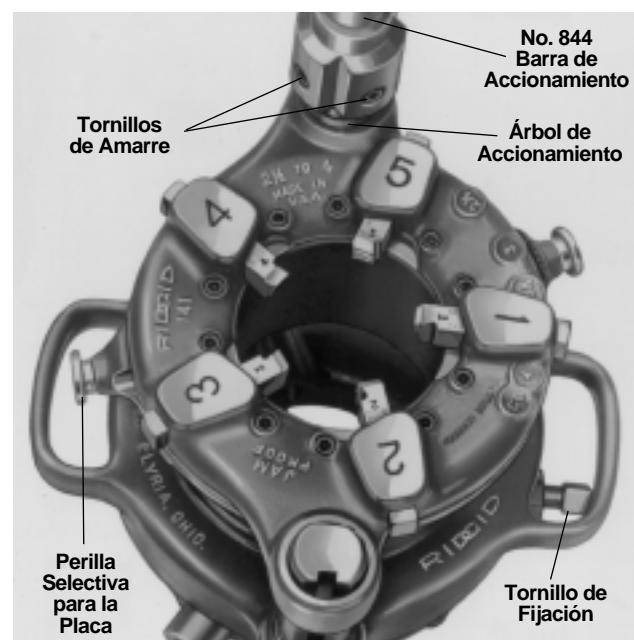

Figura 14 – Cabezal No. 141 con la barra de accionamiento No. 844 instalada. (El montaje de los cabezales de terrajas No. 161 es similar)
2. Coloque el cabezal en el suelo o en el banco de trabajo, con el árbol de accionamiento hacia arriba. Instale la barra de accionamiento No. 844 en el árbol y apriete los dos tornillos de fijación (*Figura 14*).